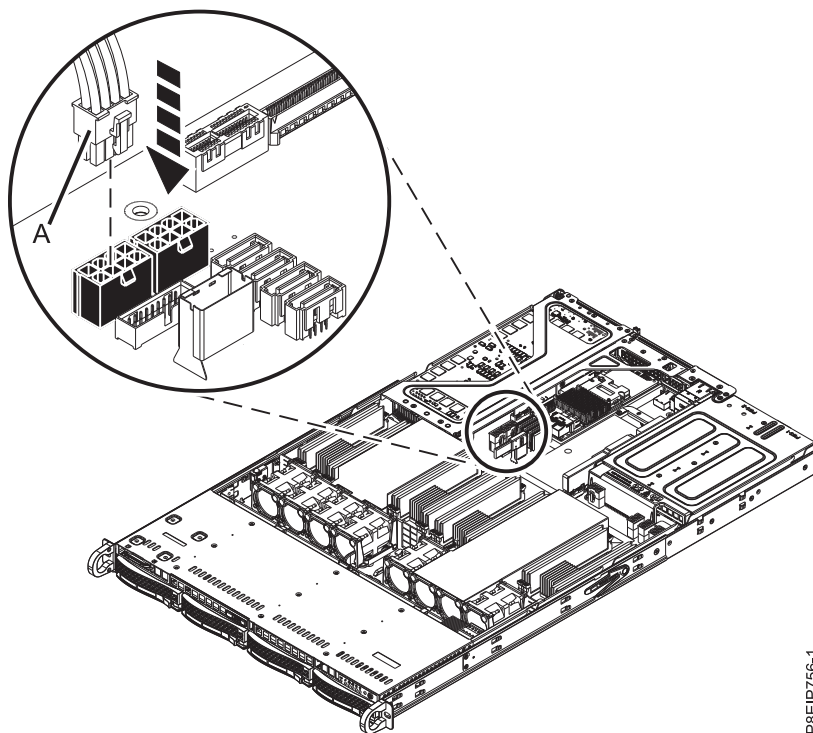

Figure 18. Connexion du câble d'alimentation de l'unité de traitement graphique au fond de panier système
- 8. Connectez le câble d'alimentation de l'unité de traitement graphique au fond de panier système comme indiqué dans la figure 18, à la page 20. Assurez-vous que le clip de retenue du câble s'enclenche sur le connecteur.